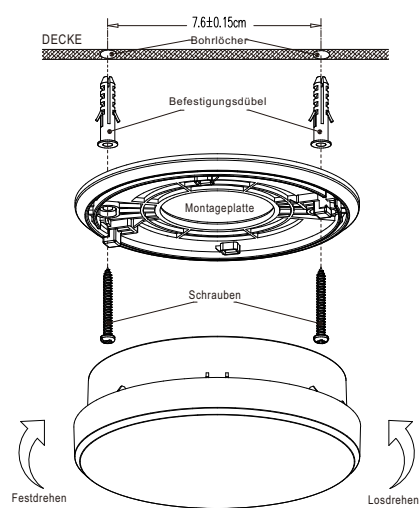

Abbildung 3
4. Befestigen Sie die Montageplatte mit den beiden Schrauben. (Siehe Abbildung 3).
1. Drehen Sie den Rauchmelder gegen den Uhrzeigersinn von der Montageplatte (siehe Abbildung 3).